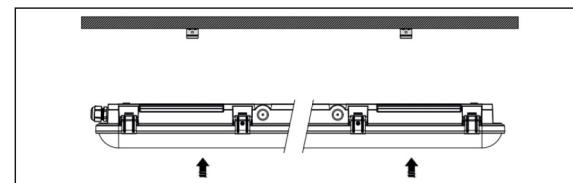

Рис. 2
- Закрепите скобы на поверхность установки и защелкните в скобы осветительный прибор (рис. 2).